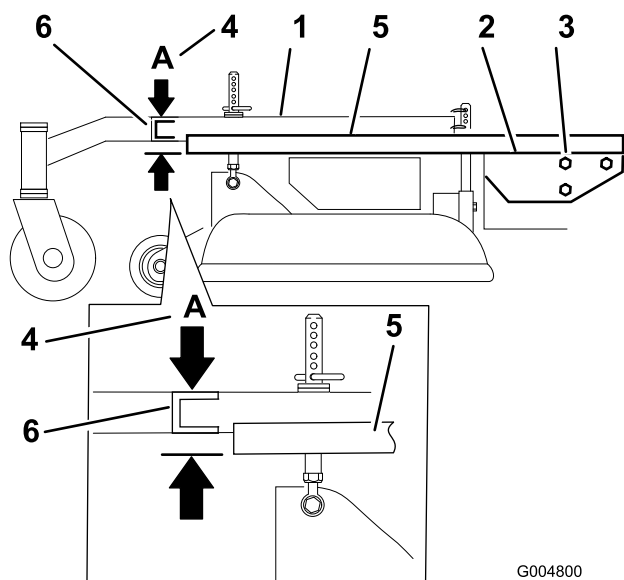

Figure 52
- Placez une longue planche, ou autre objet similaire parfaitement droit en haut du plancher moteur, comme montré à la Figure 52.
- Au niveau du tube transversal du bâti porteur, mesurez la hauteur au point **A** (Figure 52).
- Desserrez les boulons de montage du bâti porteur de chaque côté de la machine (Figure 52).
- Alignez le bâti porteur et le plancher moteur à la même hauteur qu'au point **A**, soit $33 \text{ mm} \pm 6 \text{ mm}$ (Figure 52).